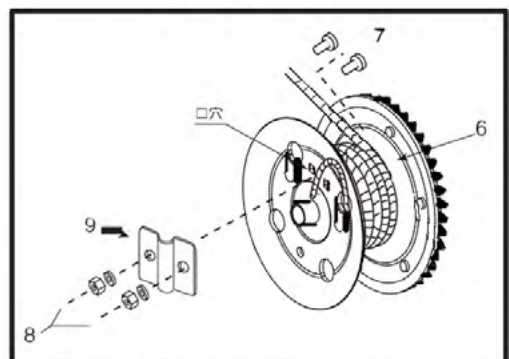

図3:ケーブル設置
1. ワイヤロープをドラムの上部に送ります(図3の6)。ワイヤロープをドラムの内側から1つの丸穴へ通し、ワイヤロープの先が2つの角穴位置から3~2mmほどの位置にくるようにします。
2. ケーブルを、留め具(図3の7、8、9)でドラムの外側に固定します。角ボルトの頭部がウインチドラムの内側にあることを確認してください。